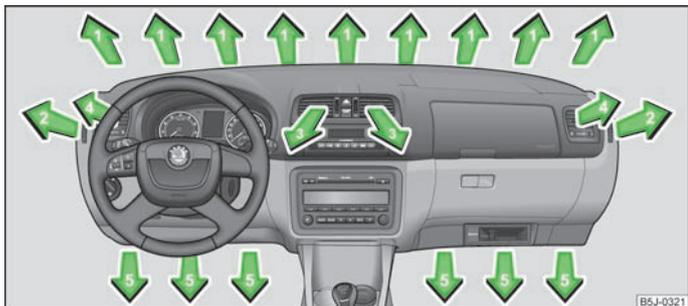
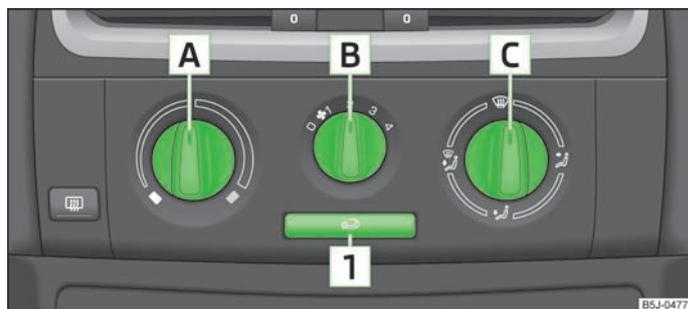

Fig. 71 Diffuseurs d'air
Fig. 72 Chauffage : organes de commande
► Faites tourner la molette verticale (diffuseurs d'air 3) » fig. 71 ou la molette horizontale (diffuseurs d'air 4) sur la position 0.
- Pour modifier la hauteur du flux d'air, faites pivoter les lamelles horizontales à l'aide du bouton coulissant » fig. 71.
Le régulateur de répartition d'air [C] » fig. 72 vous permet de régler l'arrivée d'air dans chaque diffuseur d'air. Les diffuseurs d'air 3 » fig. 71 et 4 peuvent être ouverts et fermés séparément.
- Faites tourner le sélecteur [A] » fig. 72 vers la droite pour augmenter la température.
- Faites tourner le bouton de commande de soufflante [B] » fig. 72 sur l'une des positions 1 à 4 pour mettre la soufflante en marche.
- Le bouton de régulation de la répartition de l'air [C] » fig. 72 permet de diriger le flux d'air » page 71.
Tous les organes de commande, sauf le sélecteur de débit d'air [B] » fig. 72, peuvent être réglés sur une position intermédiaire quelconque.
- Organes de commande **A** » fig. 72, **B**, **C** et la touche **1**.
➤ Appuyez sur la touche  **1** » fig. 72 : le voyant s'allume dans la touche.
➤ Appuyez à nouveau sur la touche  **1** » fig. 72 : le témoin s'éteint dans la touche.
La circulation d'air de recyclage s'arrête automatiquement si l'on met le régulateur de diffusion d'air **C** » fig. 72 sur la position . Un appui répété sur la touche  permet de réactiver le recyclage de l'air intérieur également dans cette position.